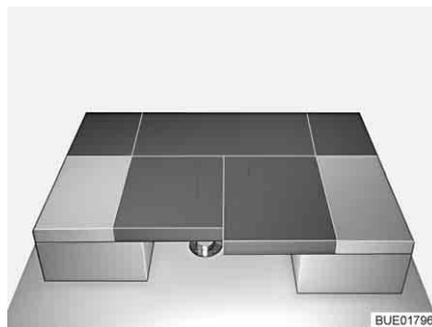

Fig. 100 Dopo la trasformazione
- Spingere entrambi i cuscini del divano tra i cuscini dello schienale (vedi Fig. 100).